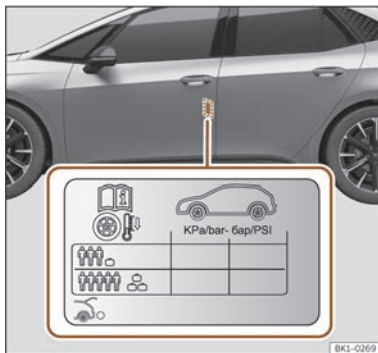

Abb. 205 Einbauort des Aufklebers für den Reifendruck.
- Passen Sie bei größerer Zuladung den Reifendruck entsprechend an >>> **(Abb. 205)**.
Die Angaben zum Reifendruck befinden sich auf dem Aufkleber an der Fahrertürsäule >>> **(Abb. 205)**.
Der Reifendruck muss der aktuellen Fahrzeugbelastung angepasst werden. Wenn das Fahrzeug voll beladen werden soll, muss der Reifendruck entsprechend dem auf dem Reifendruck-Aufkleber angegebenen maximalen Wert erhöht werden >>> **(Abb. 205)**.
Füllen Sie bei einem minimierten Notrad (125/70 R16 oder 125/70 R18) auf einen Druck von 4,2 bar, gemäß Angabe auf dem Aufkleber mit den Reifendruckwerten >>> **(Abb. 205)**.
- Der Fahrer ist verantwortlich für den richtigen Reifenfülldruck an allen Reifen am Fahrzeug. Der empfohlene Reifenfülldruck befindet sich auf einem Aufkleber >>> (Abb. 205).
- Immer den richtigen Reifenfülldruck am kalten Reifen einhalten, wie auf dem Aufkleber angegeben >>> (Abb. 205).